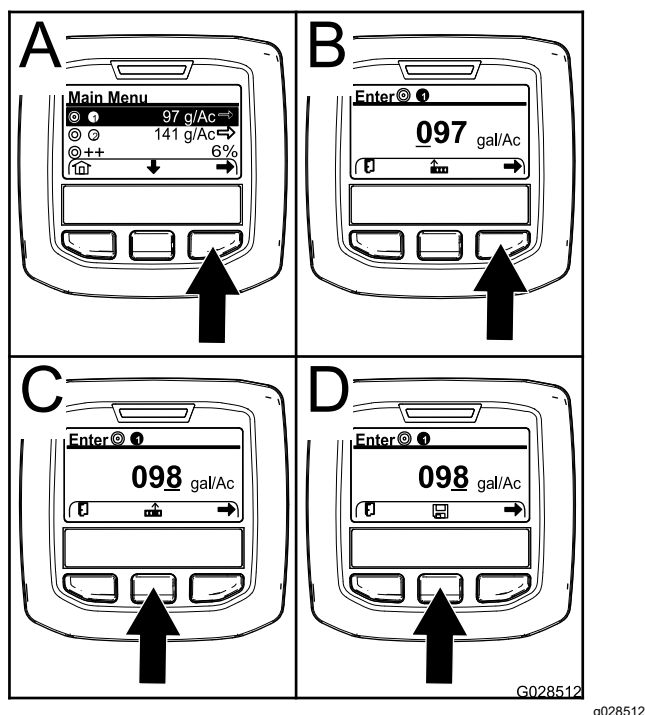

Figura 66
2. En caso necesario, pulse el botón de selección central para resaltar el caudal de aplicación para el programa 1 del fumigador (Figura 66).